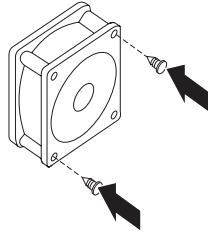

图 19. 安装短的橡胶座。
8. 如图 19所示，在新的系统风扇组合件中安装两个短的橡胶座。